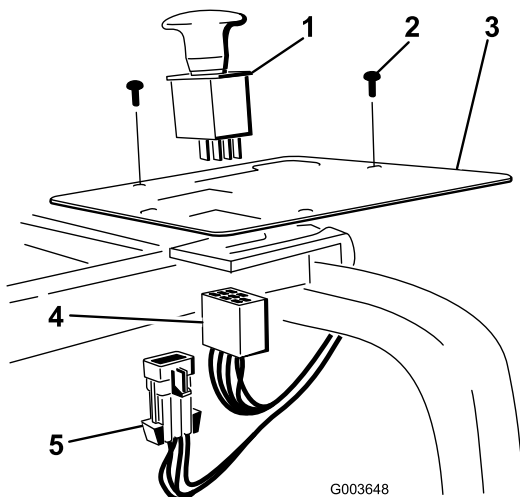

Figura 34
2. Retire o tampão de plástico do painel e instale o interruptor no painel (Figura 34).
4. Instale a cablagem no interruptor no painel de controlo (Figura 34).
6. Instale o conector da cablagem principal na cablagem principal (Figura 34).